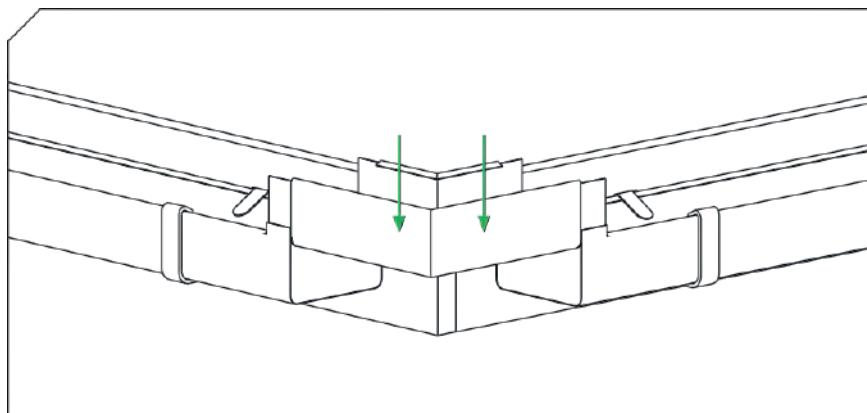

Рисунок 15
5.5. Сверху вставьте угол. (рисунок 15)